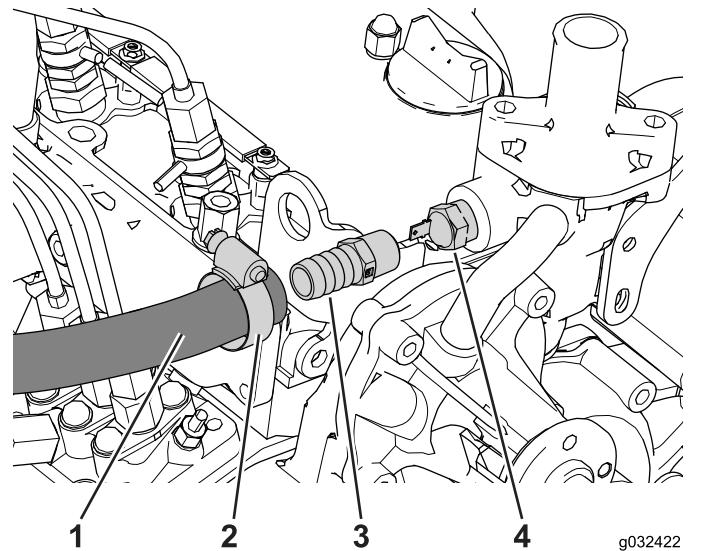

Figure 20
6. Glissez le collier au bout du flexible (Figure 20).
7. Branchez le flexible au raccord droit et fixez-le avec le collier (1/2 à 1 1/4"), comme montré à la Figure 20.
2. Localisez, débranchez et déposez la sonde de température (Figure 20).